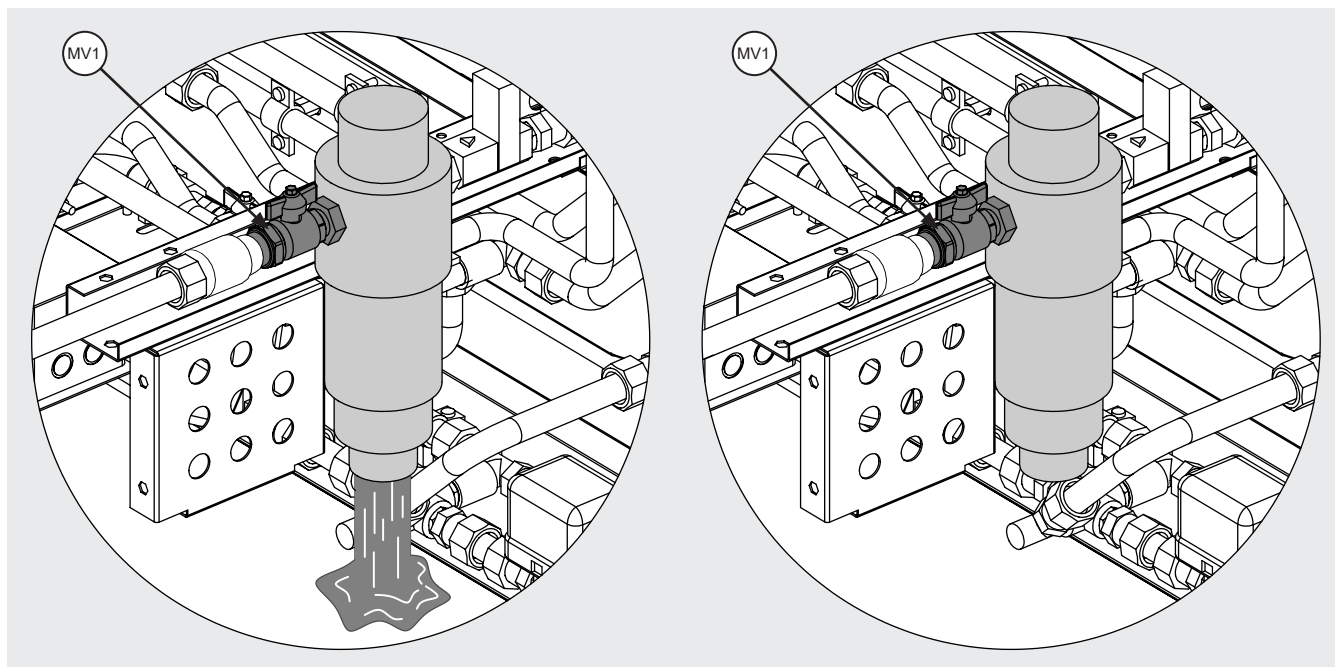

Figura 27
- 12.15.7 Accertarsi che sia disponibile acqua di rete e che la valvola manuale (MV1) a monte del filtro sia aperta, v. Figura 27.
- 12.16.4 Assicurarsi che il modello sia spento, come da punti 12.1 - 12.4, e che il circuito adiabatico del modello sia isolato: chiudere la valvola (MV1) in ingresso, v. Figura 27.
- 12.16.11 Al termine delle operazioni, aprire la valvola (MV1) precedentemente aperta, v. Figura 27.
- 12.18.10 Effettuare la pulizia del filtro dell'acqua in ingresso come da punto 12.15 con la valvola (MV1) chiusa (v. Figura 27). Dal filtro verranno scaricati i residui unitamente all'acqua in esso contenuta.